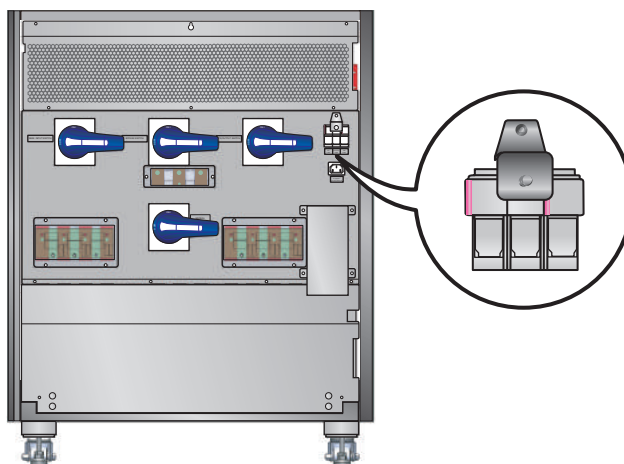

Рис. 6-б. Держатели предохранителей закрыты
2. Разность напряжений между жазимами нуля (N) и заземления (⊕) не превышает 3 В.
4. Держатели предохранителей вентилятора и источника питания закрыты как показано на **Рис. 6-б.**